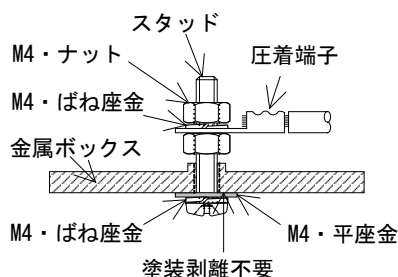

図 1
- (i) 金属ボックスの接地はボックス外側から締付けている既存の接地用ねじを取外し、新たにM4×20のねじを接地スタッドして取付ける。この時のボックス表面の塗装は剥離しなくてもよい。図1参照。
- (j) コントロールボックス内の端子台から金属ボックスへの接地線の接続は、金属ボックス内側の(i)項目で設けた接地スタッドに接続すること。図1参照。